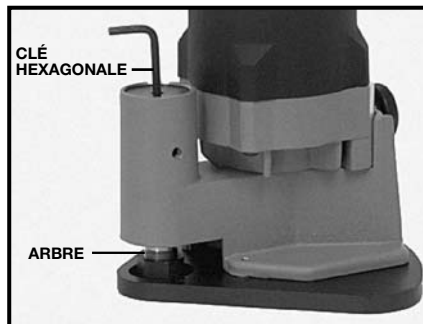

Fig. 11
2. Positionnez la clé hexagonale (fournie) sur la vis de réglage de profondeur (voir Fig. 11).